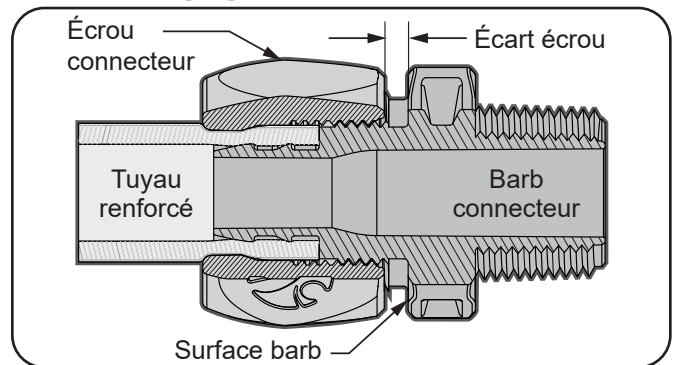

Figure 8. Raccordement à connexion rapide
- Glisser le tuyau sur les barbelures jusqu'à ce qu'il soit bien en place. Voir Figure 8.